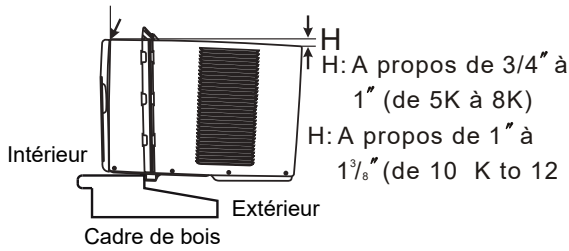

Fig.5
- 2** Tenir fermement l'appareil, placer l'appareil dans l'ouverture de la fenêtre pour que le bas du climatiseur soit assis sur le bord de la fenêtre (Fig.5) Fermer la fenêtre derrière le rail supérieur de l'appareil.